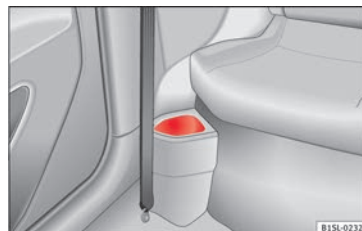

Fig. 62 Davanti ai sedili posteriori: portaoggetti.
- Davanti ai sedili posteriori » fig. 62.